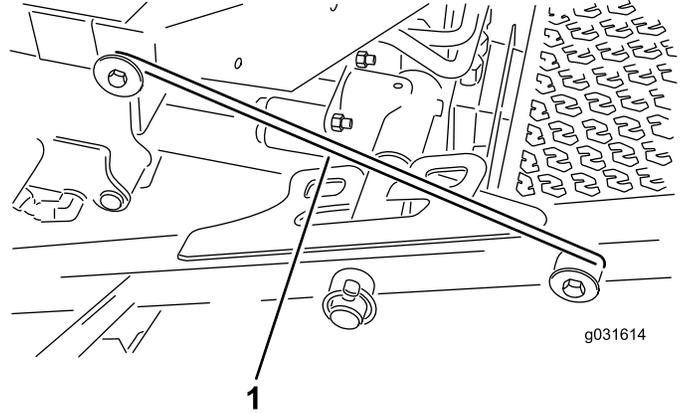

图 32
4. 从承载架固定器上松开门锁杆图 32。
5. 提起前剪草刀盘的外侧将门锁放到安装在操作员平台前部的机架销上图 32。